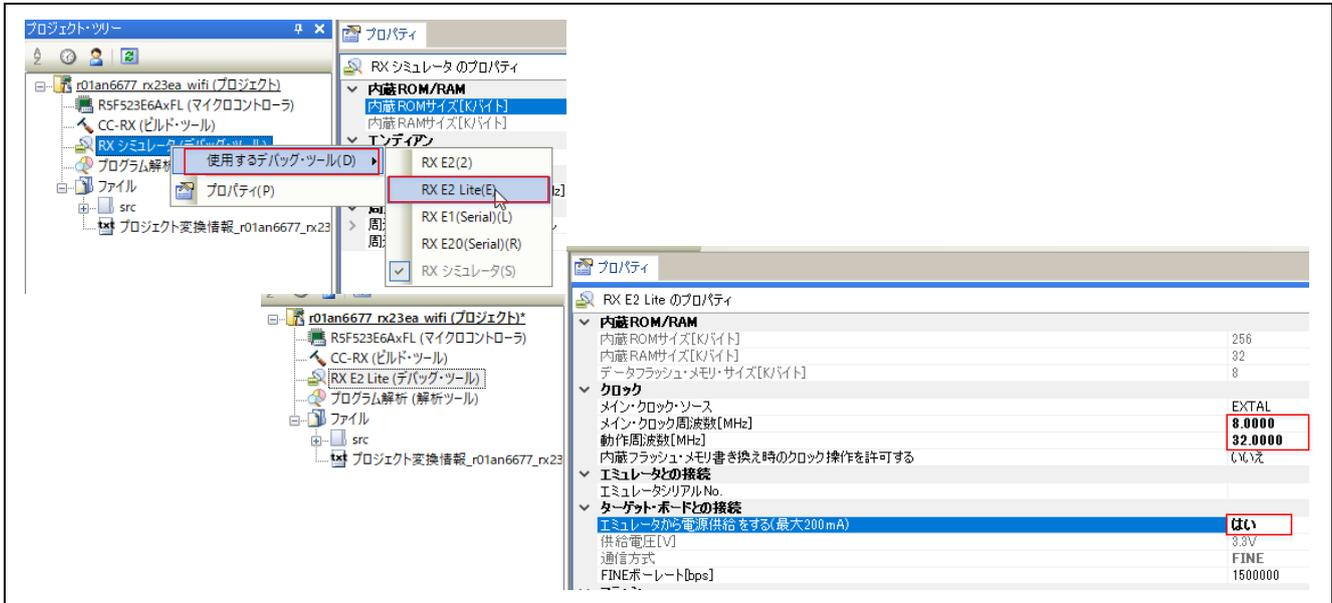

図 4-5 デバッグ設定
- 2.表示されたプロパティ画面が図 4-5 の通りであることを確認します。